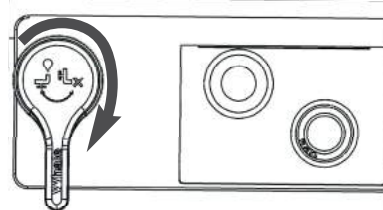

Fig. 35B Válvula de drenaje - Posición abierta
**Tenga en cuenta:** Durante el calentamiento goteará agua desde el tubo de descarga de la válvula liberadora de presión. La válvula liberadora de presión **debe** accionarse regularmente (al menos dos veces al año), girando la palanca amarilla en el sentido contrario a los punteros del reloj (ver Fig. 35B), para remover sedimentos de cal y asegurarse de que no esté bloqueada.
**Debe asegurarse** que el calentador de agua esté vacío (excepto en el caso de que la protección anticongelante esté prendida y activada. Tenga en cuenta: la función de protección anticongelante **solo debe** ser usada por un máximo de tres días). Esto es particularmente importante durante los meses de invierno como una precaución contra eventuales congelamientos. Para vaciar el calentador, apague la bomba de agua con el interruptor de la bomba o con el interruptor central. abra todas las llaves de agua caliente del vehículo y accione la válvula de drenaje ubicada en la parte superior del calentador de agua. La válvula de drenaje **se debe** dejar en posición 'abierta' para asegurarse que salga la totalidad del agua del sistema (Ver Fig. 35B).